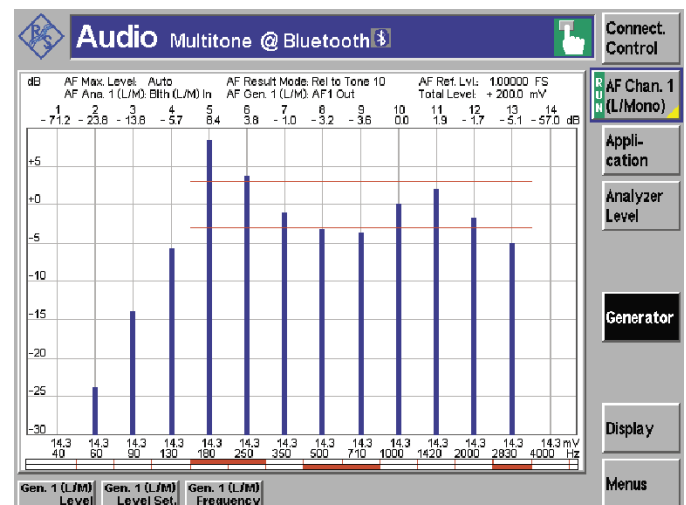

BILD 4 Frequenzgangmessung an einem eingebauten Mikrofon.
Den Frequenzgang misst der R&S®CBT sehr schnell mit Hilfe eines Mehrton-Signals (BILD 4). Die verwendeten Einzelfrequenzen und Grenzwerte sind frei definierbar. Im Einzelton-Modus prüft der Bluetooth®-Tester außer den Spitzen- und RMS-Pegeln auch verschiedene Verzerrungswerte. Alle absoluten Pegelwerte stellt er in Bezug auf den maximalen digitalen Signalpegel mit der Einheit *Full Scale* (FS) dar.